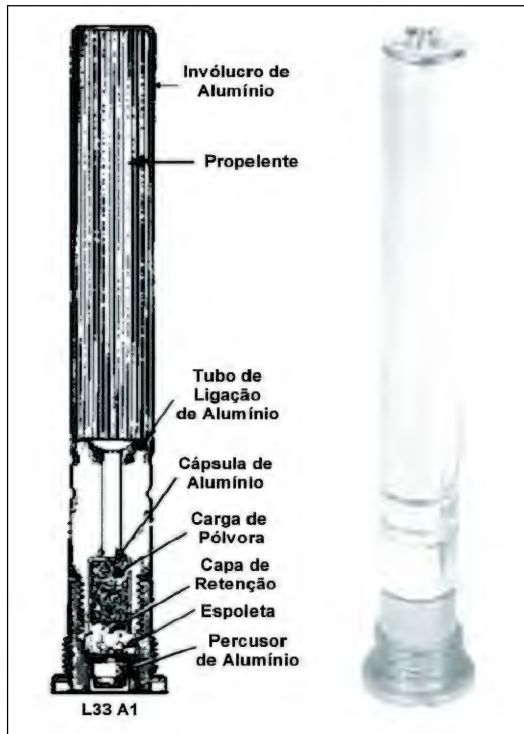

Fig 1-9. Carga "0" L33
(1) O invólucro da carga "0" é construído inteiramente de alumínio, sendo complemente a prova d'água. Ele contém 160 gramas de WM 107 (Fig 1-9).